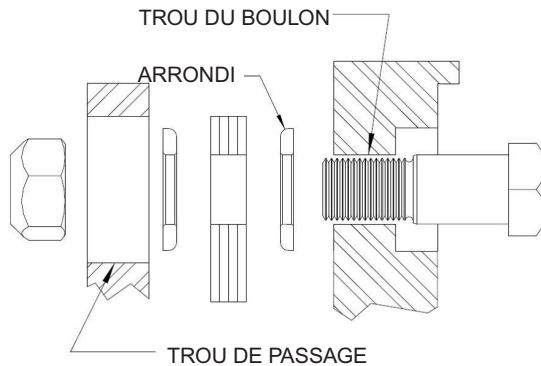

Figure 10 - Boulon par adaptateur, rondelles, assemblage de du paquet de disques et écrou auto-freiné.
9.3.3. Placez une rondelle folle sur chaque boulon, le côté plat de la rondelle en face de la tête hexagonale du boulon. Cela positionnera correctement le côté de la rondelle avec l'arrondi face au paquet de disques, tel qu'indiqué à la figure 10.